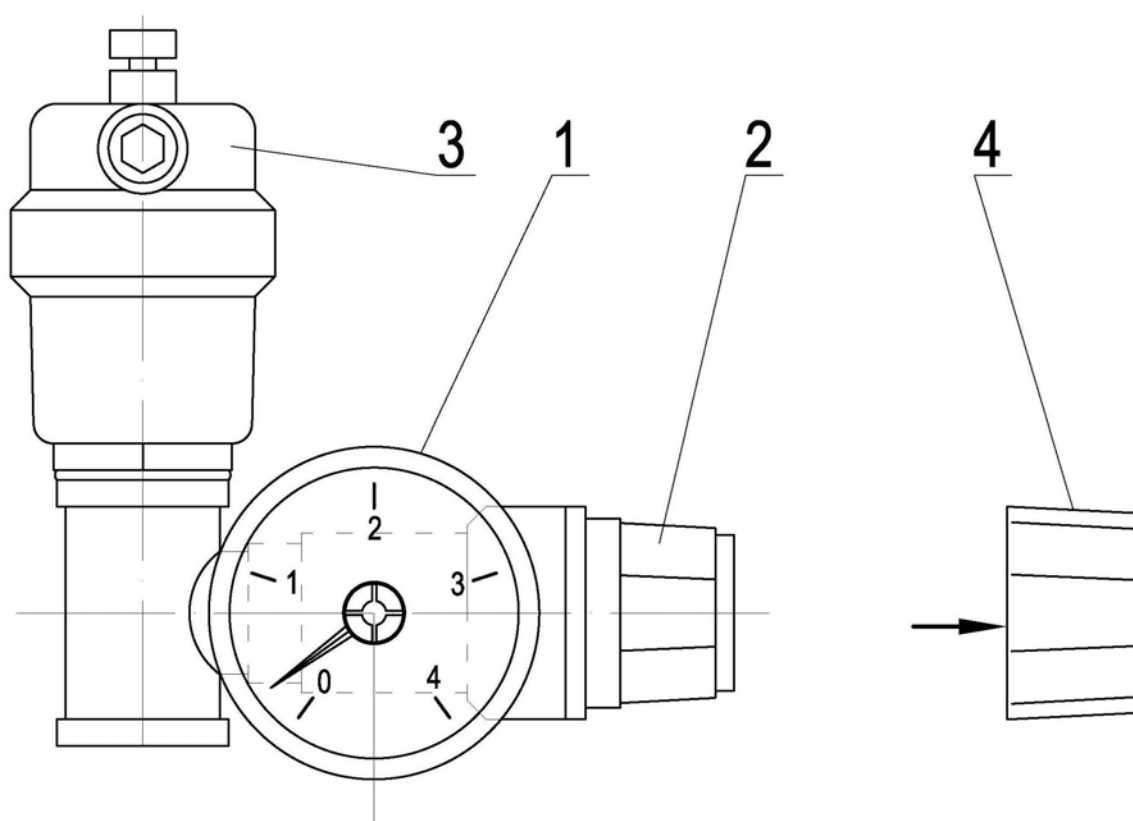

Рис.11
- Провести визуальный контроль целостности узлов входящих в состав предохранительной сборки **Рис.11**.
- Снять защитный колпачок (4), слегка потянув его по направлению стрелки.
- Повернуть рукоятку предохранительного клапана (2) против часовой стрелки до характерного щелчка, при этом стрелка манометра должна показать падение давления (отклониться влево).